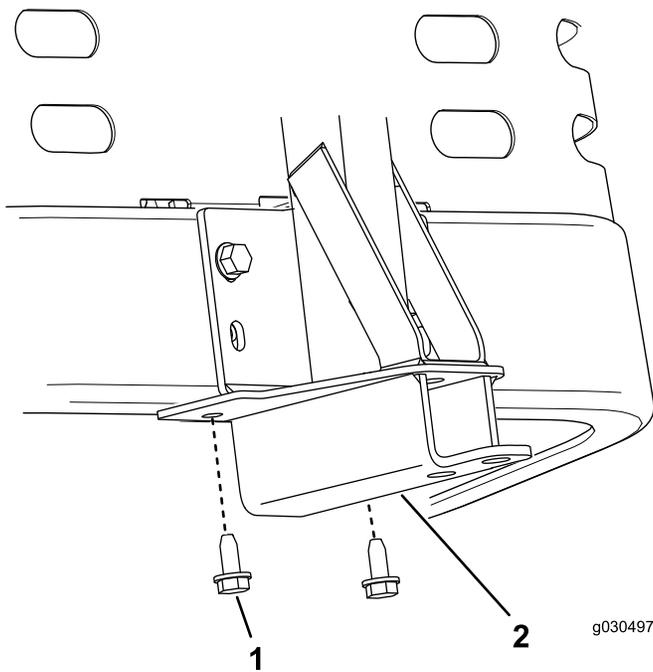

Figure 16
- Fixez le cadre de pivot au bas du cadre de la machine avec 2 vis autotaraudeuses (5/16 x 3/4 po), comme montré à la Figure 16.